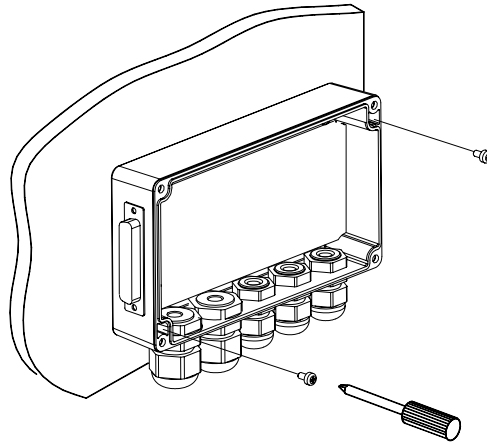

Bild 4.3 Befestigung der C-BOX 300
Die C-BOX 300 kann in verschiedenen Positionen betrieben werden. Die beiden Bohrungen im Gehäuse der C-BOX 300 dienen der mechanischen Befestigung (Bild 4.3).
2. Bringen Sie die C-BOX 300 in die richtige Position und befestigen Sie sie mit zwei Schrauben an der Schalttafel (vgl. Bild 4.3).